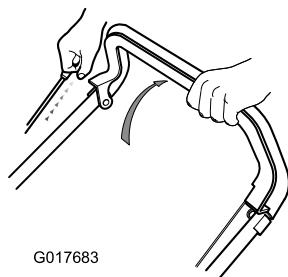

Figura 12
- Sujete la palanca de parada del motor contra el manillar (Figura 12).
- Tire del arrancador de retroceso (Figura 12).